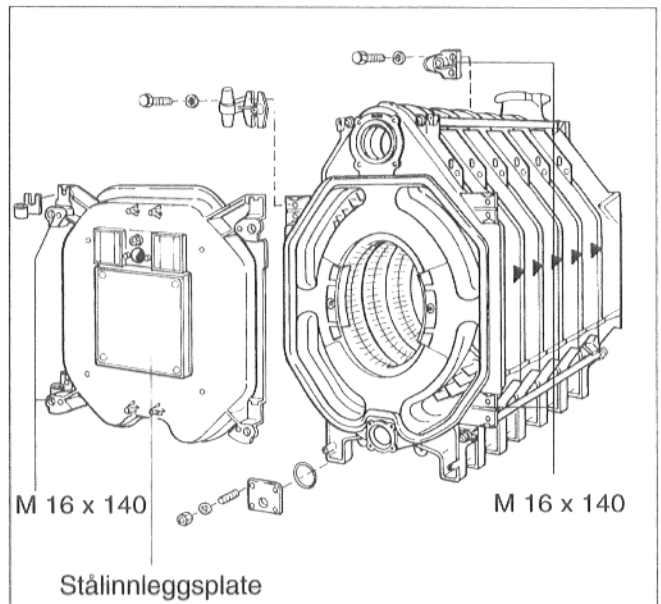

Fig. 24
- Brennerdøren henges på plass, lukkes og skrus inn til kjelen med 4 maskinskruer (M 16 x 140), som vist på fig. 24. Maskinskruene trekkes til i kryss og like hardt.
- Stålinnleggsplaten (Fig. 24) for brennerfeste må klargjøres på anlegget for den brenner som skal benyttes. Platen skrus av brennerdøren, hull skjæres i platen for brennerrøret (maks ø 360 mm) og hull bores og gjenges til brennerens festeflens.